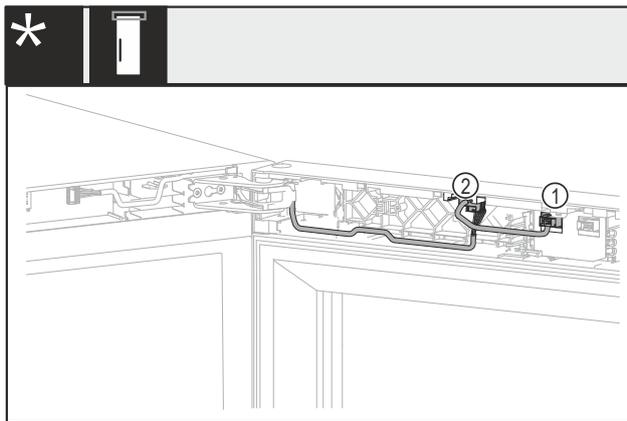

Fig. 18 Ohne Schloss oder mit mechanischem Schloss*
- Stecker Fig. 18 (1) herausziehen.*
- Stecker Fig. 18 (2) herausziehen.*